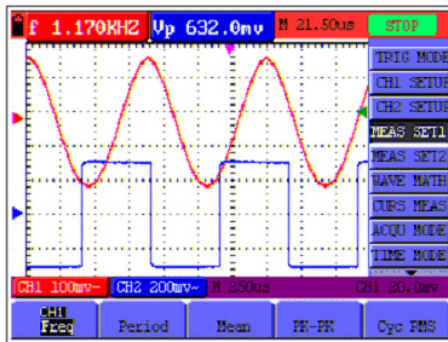

Figura 10.- Medidas automáticas del osciloscopio.
3. Pulse la tecla **F4** para seleccionar Vpp CH2 y realizar una medida de Pico-Pico. La ventana de **Medida 2** se vuelve azul y muestra el valor pico-pico para la entrada del CH2. (Ver Figura 10).